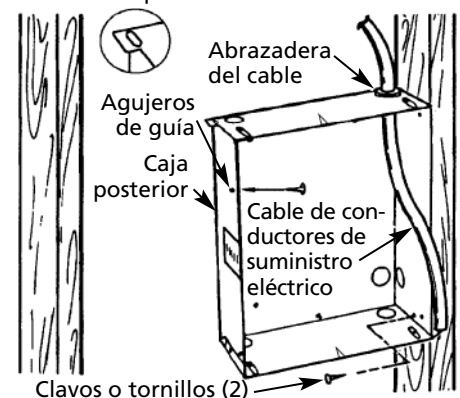

Figura 2
- Determine qué lado de la caja posterior va a montarse contra un poste o madero y doble las pestañas en las esquinas posteriores 90 grados hacia afuera de manera que la caja posterior quede encuadrada con el poste o madero después de instalarla (consulte la Figura 2).
- Coloque la caja posterior topada contra los lados de los postes o maderos y fijela usando clavos o tornillos según se muestra en la Figura 2.
**AVISO:** Se han proporcionado agujeros de guía para tornillos No. 8 para hoja metálica en los lados de la caja posterior. Después de instalar el cielo raso o la pared acabada, atornille un tornillo para hoja metálica No. 8 (m4) (se recomienda usar uno de 1 pulg. de largo) en el lado de la caja no montado en el poste o madero. Esto impedirá que la caja posterior se desprenda o suelte cuando se instala el conjunto del calentador. (Consulte la Figura 2, página 2).